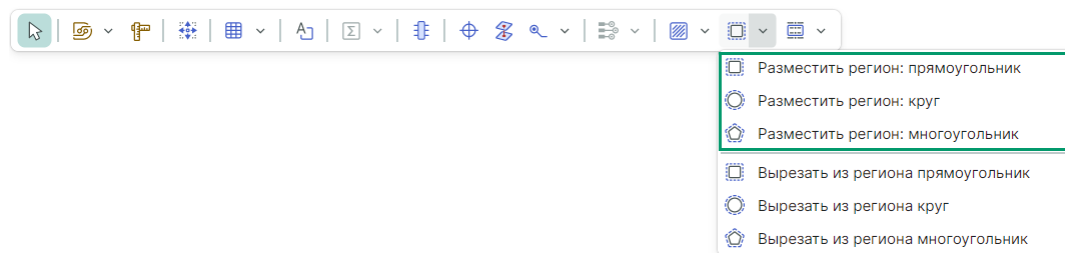

Рис. 163 Вызов инструмента «Разместить регион» из встроенной панели редактора
1. Выберите инструмент «Разместить регион», выберите форму региона, см. Рис. 163.